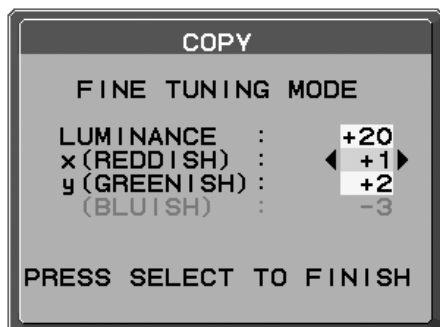

Figure C.6
10. Lorsque le message MODE DE MISE AU POINT (**Figure C.6**) s'affiche, appuyez sur SELECT si le résultat obtenu vous convient. Sinon, procédez manuellement à l'ajustement du point blanc à l'aide des boutons « GAUCHE » et « DROITE » et appuyez sur SELECT.